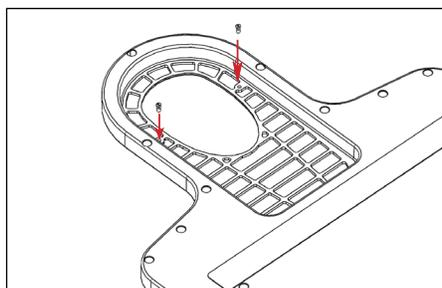

Abb. 2
2. Schrauben Sie von der Unterseite des Portrait Insert her die Zapfen mit einem Schlitzschraubendreher im Uhrzeigersinn ein (Abb. 2).